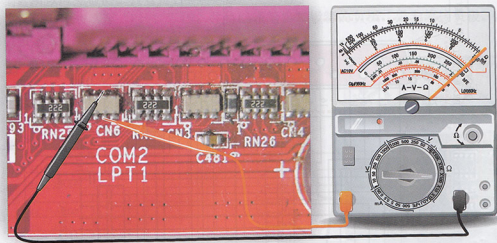

图21-10 排电容的检测
(4) 接着将万用表红黑表笔搭在排电容的任意两个引脚上，如图21-10所示。